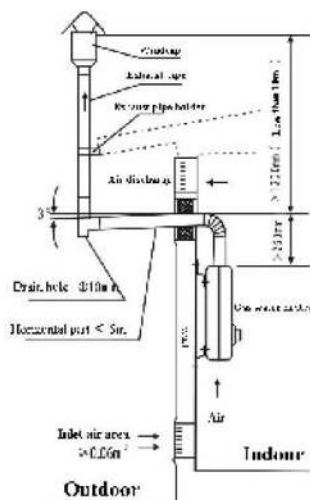

Fig10
- 2) Țeava de evacuare a gazelor arse trebuie să fie rezistentă la temperaturi ridicate (peste 200 °C) și rezistentă la rugină (Fig. 10).